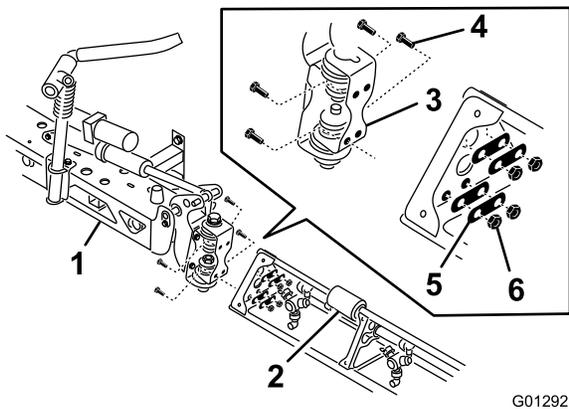

Figura 30
7. Installate il braccio della barra sulla barra centrale tramite la piastra per cerniera usando quattro bulloni, quattro rondelle e quattro dadi rimossi alla fase 6 come illustrato in Figura 30.